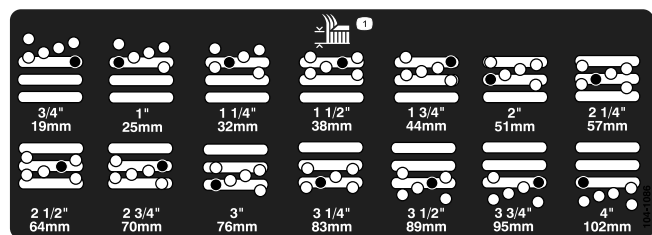

Рисунок 19
4. Удерживая камеру, снимите проставку (Рисунок 19).
5. Переместите камеру на требуемую высоту скашивания и установите проставку в предусмотренные для этой высоты скашивания отверстие и паз (Рисунок 19).